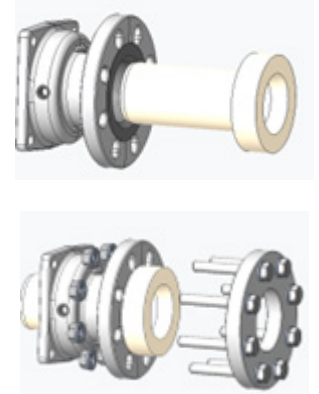

Figura 11. - Brida de Puerto con Inserto
1. Deslice el inserto en la brida de puerto y sujételo con una contrabrida (Figura 11).